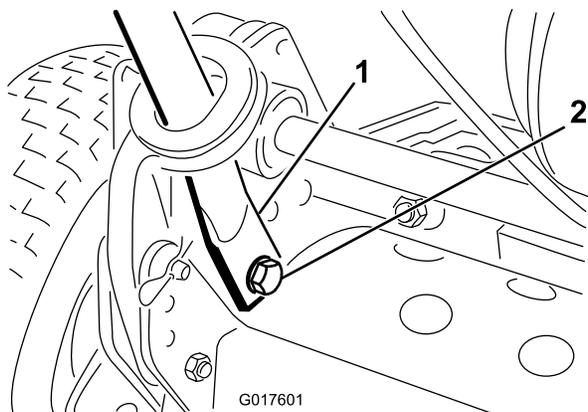

Figure 3
4. Poussez les extrémités du guidon vers l'intérieur et placez-les sur les axes de montage (Figure 3).
5. Fixez les extrémités du guidon aux axes de montage à l'aide des boulons, des rondelles plates et des rondelles de blocage fournies (Figure 3).
6. Fixez le bas des bras du guidon de chaque côté de la tondeuse avec les boulons et les contre-écrous retirés précédemment (Figure 3). Vérifiez que les bagues sont bien placées dans les trous de fixation des bras du guidon.
7. Fixez les bras du guidon à l'arrière du cadre avec les goupilles fendues et les axes de chape retirés précédemment (Figure 3).